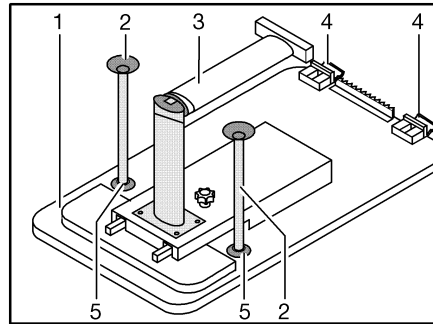

Bild 75 Bettunterbau
- Tischplatte (Bild 75,1) vorn leicht anheben.
- Tischfuß (Bild 75,3) am Gelenk entriegeln und einklappen.
- Tischplatte ca. 45° nach oben schwenken und Halterungen (Bild 75,4) aus der oberen Halteschiene aushängen.
- Je nach Modell die beiden zusätzlichen Stützfüße (Bild 75,2) in die Aufnahmen (Bild 75,5) an der Unterseite der Tischplatte stecken.